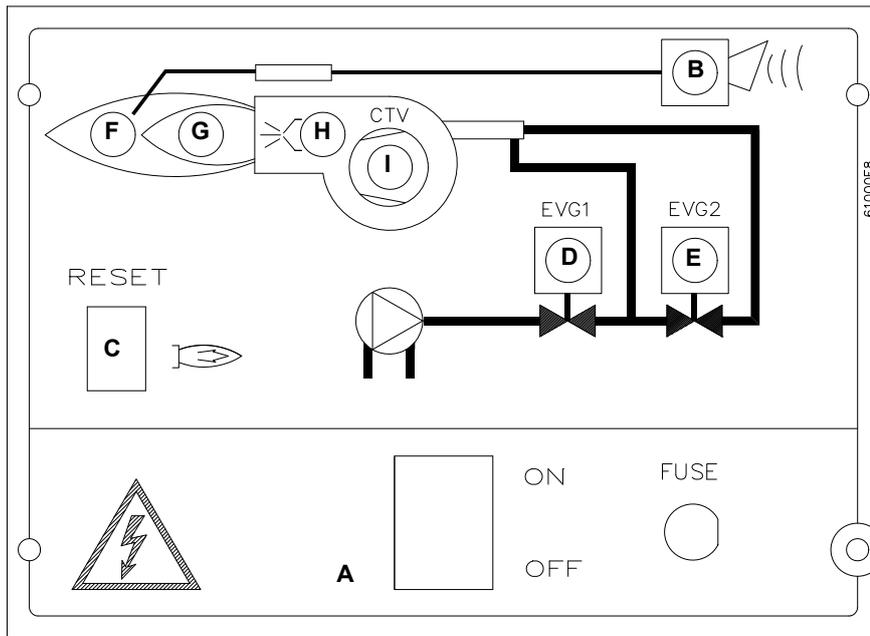

Fig. 13
- 3 poner en funcionamiento el quemador mediante el interruptor del panel de control (llevar a la posición **ON** - Fig. 13) y la serie de termostatos/presostatos;
- 3 purgar el aire de la conexión (M) manómetro de la bomba (vease figura), aflojando levemente el tapón, sin quitarlo; luego soltar el contactor;
- 5 apagar el quemador poniendo a ON el interruptor principal A (Fig. 13): controlar que el equipo no esté en estado de bloqueo, eventualmente desbloquearla por medio del botón de desbloqueo RESET (C), presente en el panel de control del quemador - vedi "FUNZIONAMENTO/FUNCIÓNAMIENTO" a pagina 29)